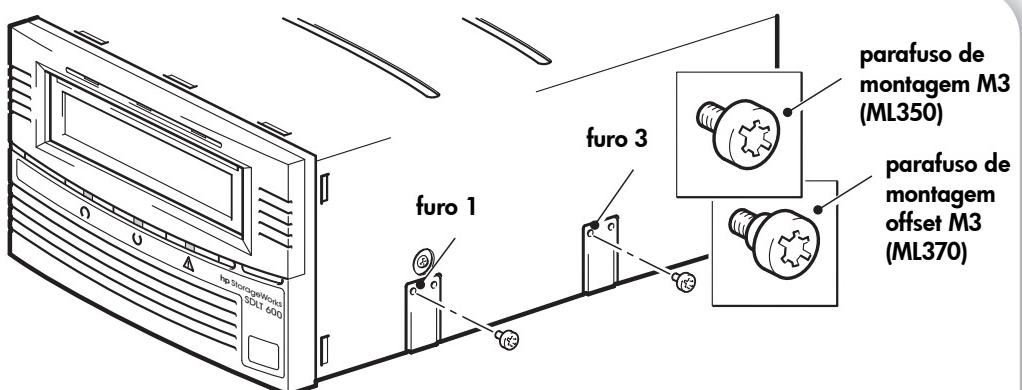

Figura 5c: fixar parafusos de montagem em um servidor HP Proliant ML350 ou 370 padrão
- 1 Use uma chave de fenda Torx T8 para fixar os parafusos adequados. Poderá ser necessário comprar os parafusos M3 separadamente. Posicione os parafusos nos furos à direita na unidade de fita (furos 1 e 3), conforme mostra a Figura 5c.